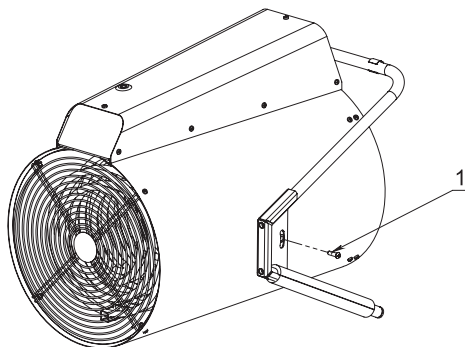

Рис. 1
Изделие находится в транспортировочном положении (Рис. 1). Для приведения прибора в рабочее положение необходимо выкрутить болт М6х20 (2 шт.) (1), как указано на рис. 1.